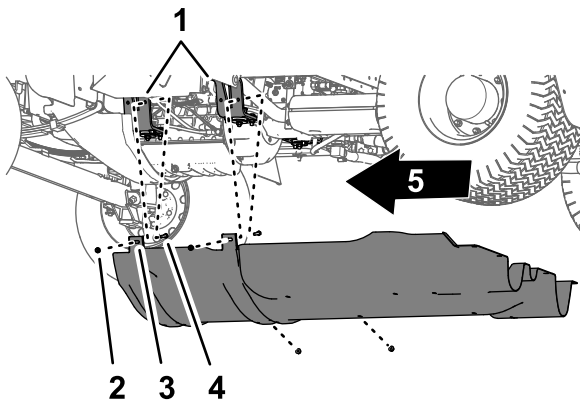

Bild 68
- Nehmen Sie die vier Sicherungsbundmutter (5/16") von den Schrauben und der Schlossschraube ab, mit denen die Befestigungsnasen der Fahrwerkabdeckung an den Befestigungshalterungen des Motors der Maschine befestigt sind (Bild 68).
- Nehmen Sie die Fahrwerkabdeckung von der Maschine ab (Bild 67 und Bild 68).
- Fluchten Sie die Fahrwerkabdeckung mit dem unteren Chassis der Maschine aus, siehe Bild 68 in Entfernen der Fahrwerkabdeckung (Seite 57).
- Schieben Sie die Befestigungsnasen der Fahrwerkabdeckung über die Schrauben und die Schlossschraube an den Motorbefestigungshalterungen der Maschine, siehe Bild 68 in Entfernen der Fahrwerkabdeckung (Seite 57).
- Befestigen Sie die Fahrwerkabdeckung mit den vier Sicherungsbundmutter (5/16"), die Sie in Schritt 2 von Entfernen der Fahrwerkabdeckung (Seite 57) entfernt haben, an den Befestigungshalterungen des Motors (Bild 68).